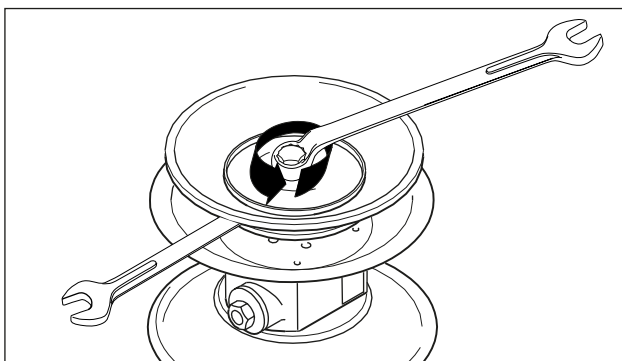

Fig. 11 Détacher le disque de la membrane. (Inutile pour les membranes composites DEPA E4®.)
- Desserrer le disque de membrane extérieur et le retirer avec la membrane (Fig. 11). Sur les pompes en plastique, dévisser tout d'abord le bouchon en plastique (à partir de DL25).